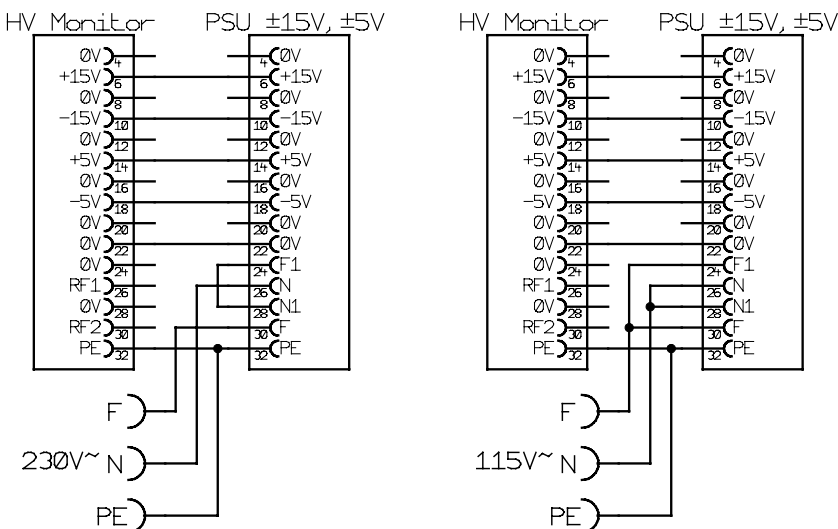

Abb. 10. Kabel zur Verbindung des Moduls *HV Monitor* und des Netzteils *PSU $\pm 5V$, $\pm 15V$* zur Durchführung der Einstellungen.
4. Verbinden Sie mit Hilfe von zwei Steckverbindern das Modul *HV Monitor* mit dem Netzteil *PSU $\pm 5V$, $\pm 15V$* , um eine Stromversorgung für das einzustellende Modul zu gewährleisten. Schließen Sie an den Steckverbinder des Netzteils *PSU $\pm 5V$, $\pm 15V$* ein Netzkabel an (siehe Abb. 10).